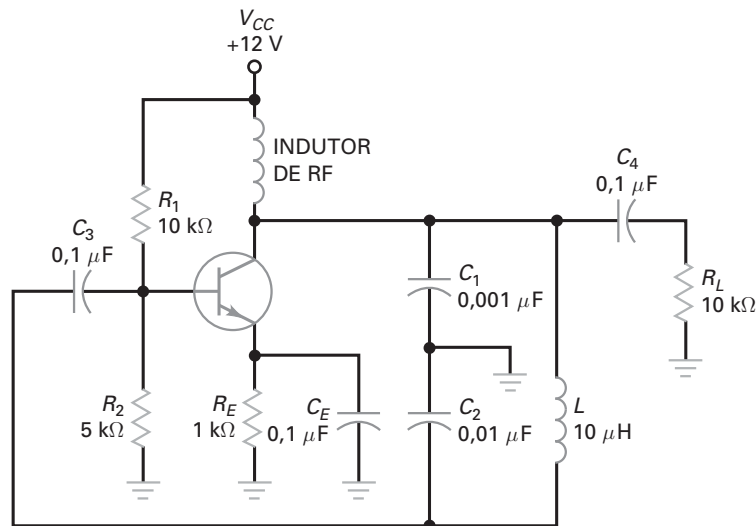

Figura 21-54
- 21-8** Qual o valor aproximado da corrente CC no emissor na Figura 21-54? Qual a tensão CC do coletor para o emissor?
- 21-9** Qual a frequência aproximada de oscilação na Figura 21-54? Qual o valor de B ? Para o oscilador iniciar a operação, qual o valor mínimo de A_v ?
- 21-10** Se o oscilador da Figura 21-54 for reprojeto de forma que se obtenha um amplificador BC similar ao da Figura 21-18, qual a fração de realimentação?
- 21-11** Se o valor de L for dobrado na Figura 21-54, qual a frequência de oscilação?
- 21-12** O que podemos fazer com o valor da indutância na Figura 21-54 para que a frequência de oscilação dobre?
- 21-13** Se um capacitor de 47 pF é conectado em série com o indutor de 10 μH na Figura 21-54, o circuito torna-se um oscilador Clapp. Qual a frequência de oscilação dele?
- 21-30** O oscilador Colpitts da Figura 21-54 não inicia operação. Enuncie três possíveis causas.
- 21-33** Selecione um valor de L na Figura 21-54 para obter uma frequência de oscilação de 2,5 MHz.